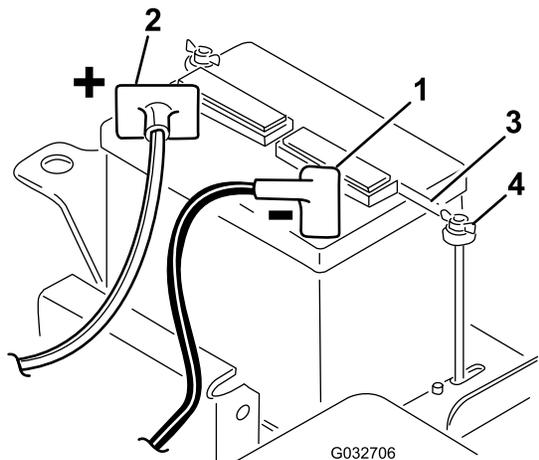

図 5
2. スタータからの赤いケーブルを端子に固定する 図 5。キャリッジボルトとナットで固定する。
5. バッテリークランプとワッシャを取り付け、蝶ナットで固定する図 5。